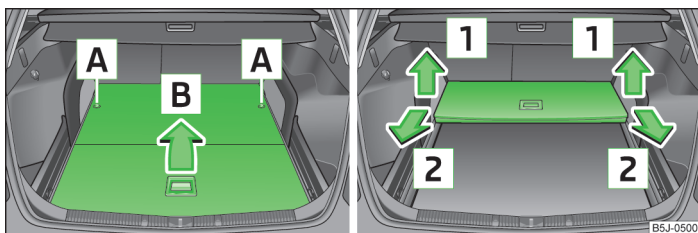

Fig. 51 Plegar/retirar el piso de carga variable
- Desbloquee el piso de carga variable girando los pernos de seguridad **A** hacia la izquierda, aprox. 180° » fig. 51.
- Levante el suelo de carga variable en el sentido de la flecha **1** » fig. 51 y extráigalo tirando de él en el sentido de la flecha **2**.